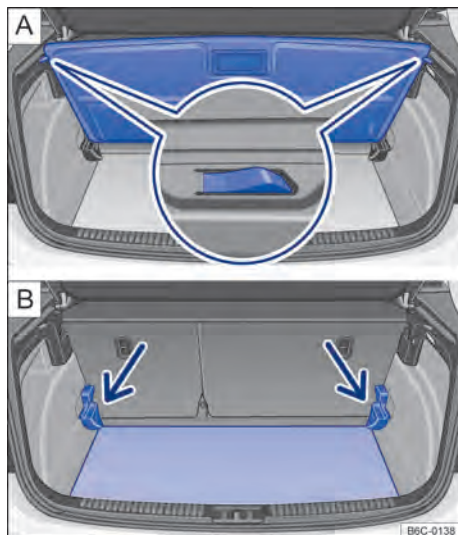

Fig. 124 No compartimento de bagagem: ajustar a altura do assoalho do compartimento de bagagem.
- Levantar o assoalho do compartimento de bagagem e puxar para trás tirando dos guias nos lados do compartimento de bagagem → Fig. 124 A.
- Levantar o assoalho do compartimento de bagagem e empurrar para baixo para a guia → Fig. 124 B (setas).